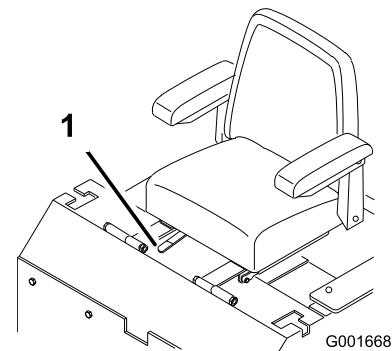

Figure 24
**Important:** Poussez le levier de réglage sur le côté pour débloquer et régler le siège (Figure 24).